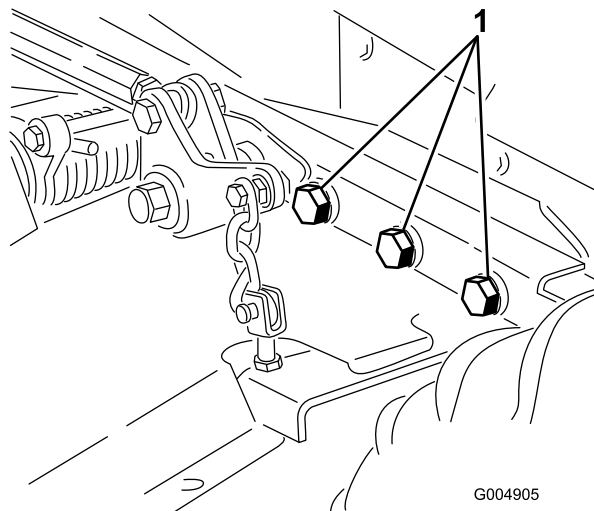

Figura 66
4. Controllate tutti gli elementi di fissaggio per verificare che non siano allentati; all'occorrenza serrateli. Serrate in modo particolare i 6 bulloni che fissano il telaio del piatto di taglio al trattore (Figura 66) a 359 Nm.